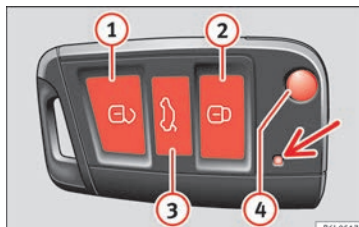

Bild 130 Tilldelning av knapparna på fjärrkontrollsnyckeln.
Genom att använda knappen **(4)** » **bild 130** på fjärrkontrollen fälls nyckeln ut.
Låsa upp fordonet **(2)** » **bild 130** **(1)**.
Låsa fordonet **(1)** » **bild 130** **(2)**.
Låsa upp bakluckan. Tryck på knappen **(3)** » **bild 130** **(3)** tills alla blinkers på fordonet blinkar kort. När upplåsningssknappen **(3)** trycks in har du 2 minuter på dig att öppna dörren. När den tiden har passerat låses den igen.
Dessutom blinkar batteriindikatorn på nyckeln » **bild 130**.
- Tryck på [🔑]-knappen (2) » bild 130 på fjärrkontrollen.
- Tryck på [🔑]-knappen (1) » bild 130 på fjärrkontrollen.